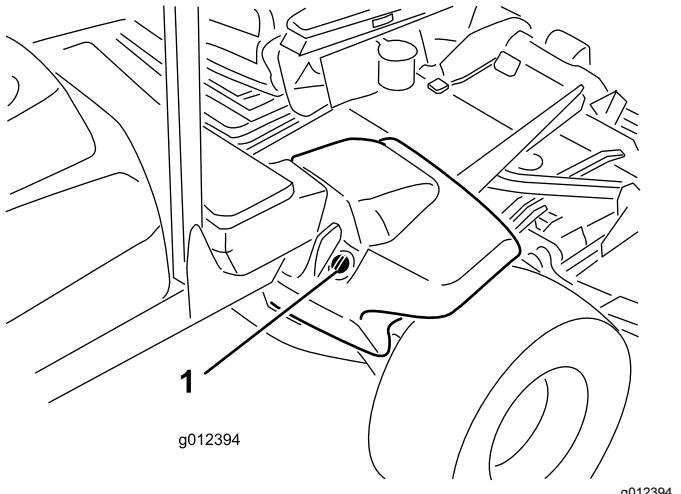

Figure 22
- Nettoyez la surface autour du goulet et du bouchon de remplissage du réservoir hydraulique (Figure 22).